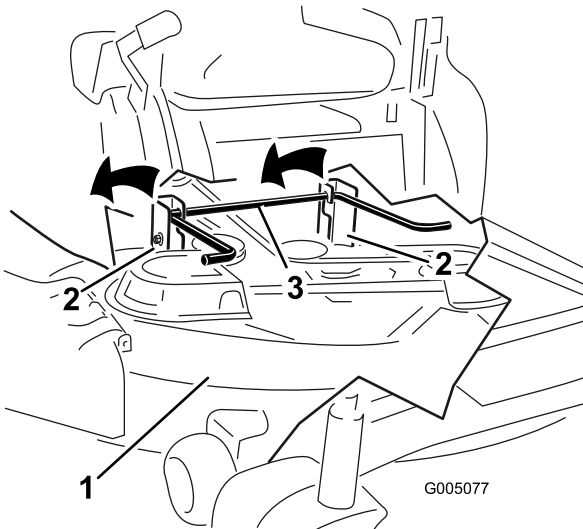

Figura 58
5. Usando las asas de la carcasa de corte, eleve la carcasa de corte y separe ésta y las pletinas de suspensión de la varilla de elevación trasera; luego baje el cortacésped con cuidado al suelo (Figura 58).
5. Eleve la parte trasera de la carcasa de corte y coloque los soportes sobre la varilla de elevación trasera (Figura 58).